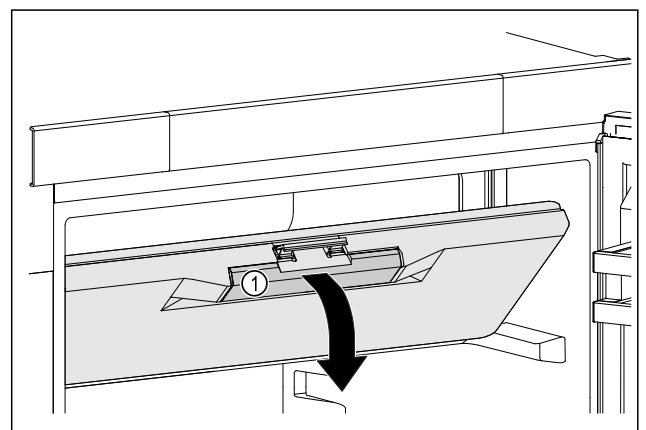

Fig. 43
- ▶ Saisir la porte du congélateur par la poignée encastrée Fig. 43 (1).